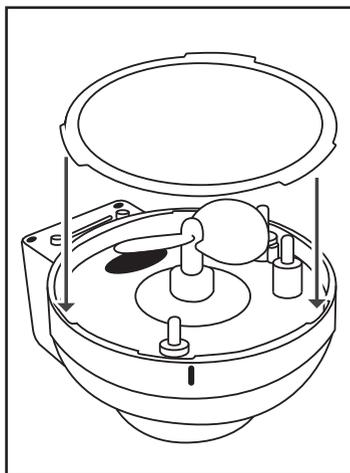

Fig. 6
- Essuyez la partie plastique de l'unité moteur **A** avec un chiffon humide. En présence de taches tenaces, appliquez un peu de produit vaisselle doux sur le chiffon. Pour les coins inaccessibles, utilisez le pinceau de nettoyage **B** fourni. Éliminez tous les restes de produit vaisselle avec un chiffon uniquement humidifié d'eau. Veillez bien à ce que la bague d'étanchéité soit correctement positionnée sur la partie plastique de l'unité moteur **A** (voir fig. 6).